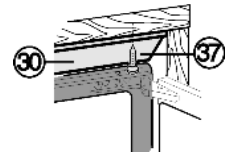

Fig. 34
- ▶ Visser la cornière de compensation Fig. 34 (30) par le bas avec deux vis Fig. 34 (37) au plafond du placard.